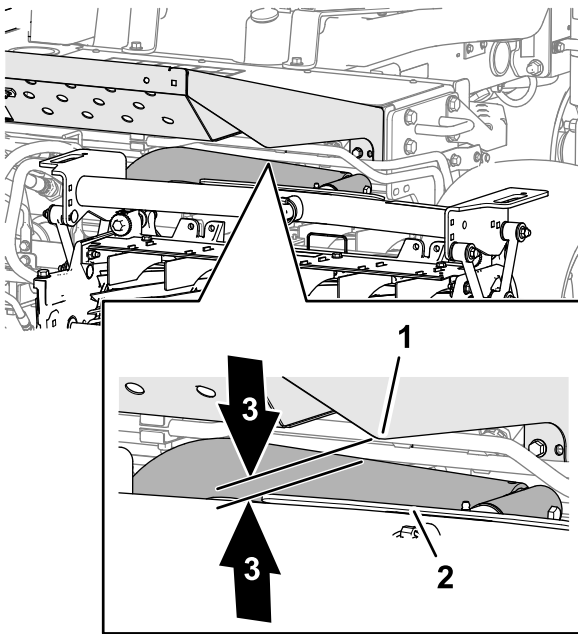

Figura 26
3. En las unidades de corte delanteras, mida la holgura entre el brazo de elevación izquierdo y el soporte de la chapa de suelo, y entre el brazo de elevación derecho y el soporte de la chapa de suelo (Figura 26).